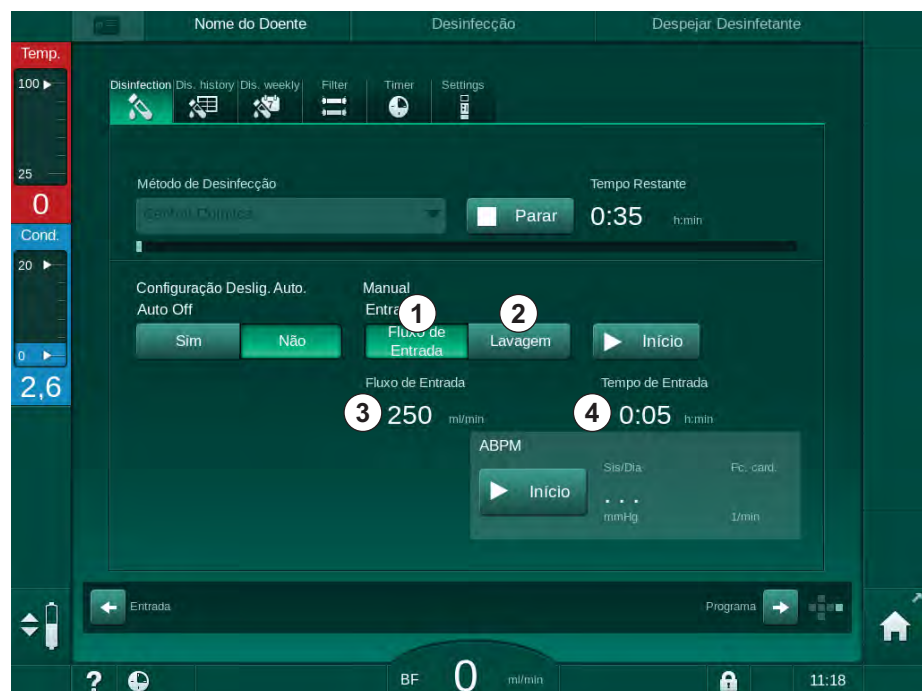

Fig. 7-10 Desinfecção química manual central
Na primeira parte deste método de desinfeção, o desinfetante é retirado do fornecimento de água central e bombeado através do equipamento de diálise (Fig. 7-10, ①). O fluxo de entrada ③ e o tempo de entrada ④ são predefinidos no modo *Configurações do Utilizador*. O fornecimento de água é interrompido depois do tempo predefinido terminar.